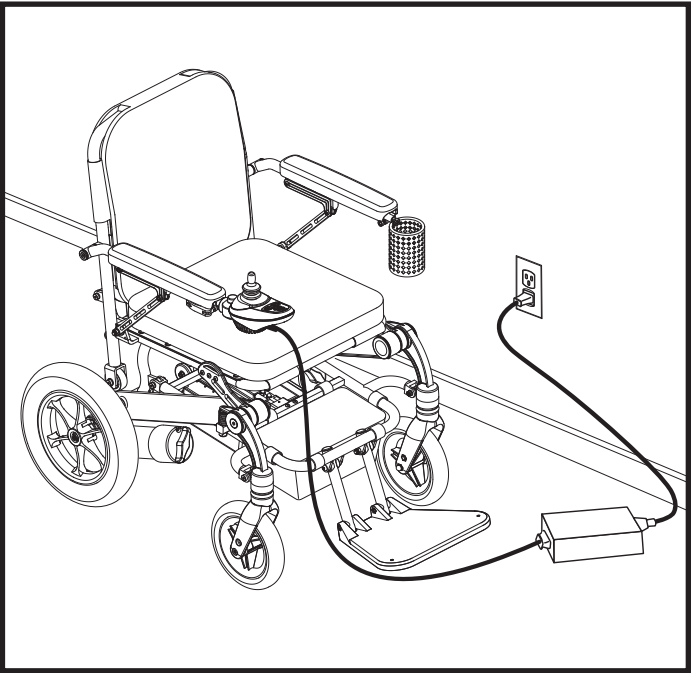

Figura 12. Carga de la batería usando un cargador externo
- 3. Enchufe el cargador externo al conector correspondiente en el regulador. **Vea la figura 12.**